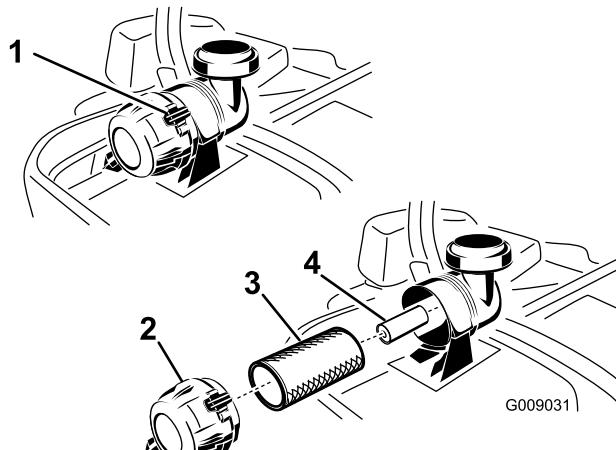

Figura 52
3. Empurre para soltar os grampos de retenção na cobertura do filtro de ar e puxe a cobertura do filtro de ar para fora do corpo do filtro (Figura 52).
5. Empurre suavemente o filtro primário para fora do corpo do filtro de ar (Figura 52). Evite que o filtro bata na parte lateral do corpo.
1. Não limpe o filtro de papel, substitua-o (Figura 52).
2. Se substituir o filtro secundário, deslize-o cuidadosamente para o corpo do filtro (Figura 52).
3. Deslize cuidadosamente o filtro principal sobre o filtro secundário (Figura 52).
5. Instale a cobertura do filtro do ar com a tampa do respiro para baixo e rode de modo a que os gramos de retenção prendam a cobertura no lugar (Figura 52).